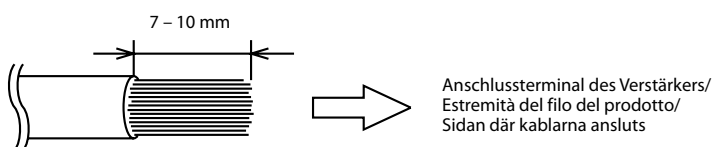

Abb. 4/ Fig. 4/ Bild 4
2. Entfernen Sie 7 – 10 mm der Isolation von den Enden der Kabel. (Abb. 4)
2. Rimuovete l'isolamento dalle estremità del filo di circa 7 – 10 mm. (Fig. 4)
2. Skala av isoleringen cirka 7 – 10 mm från kabeländarna. (Bild 4)